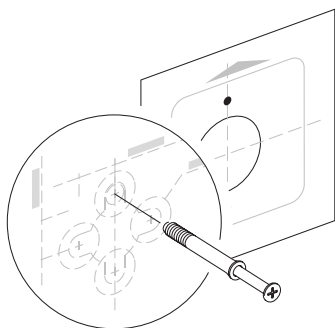

Рисунок 6.4. Установка дюбель-гвоздей
4. Оторвите круг (по линии перфорации), обозначающий вентиляционный канал, и совместите его с отверстием воздуховода. Используйте строительный уровень для обеспечения горизонтальности. Разметьте места для двух отверстий под дюбель-гвозди согласно выбранному типу размещения. Просверлите отверстия для двух дюбель-гвоздей согласно разметке и установите их (рис. 6.4).